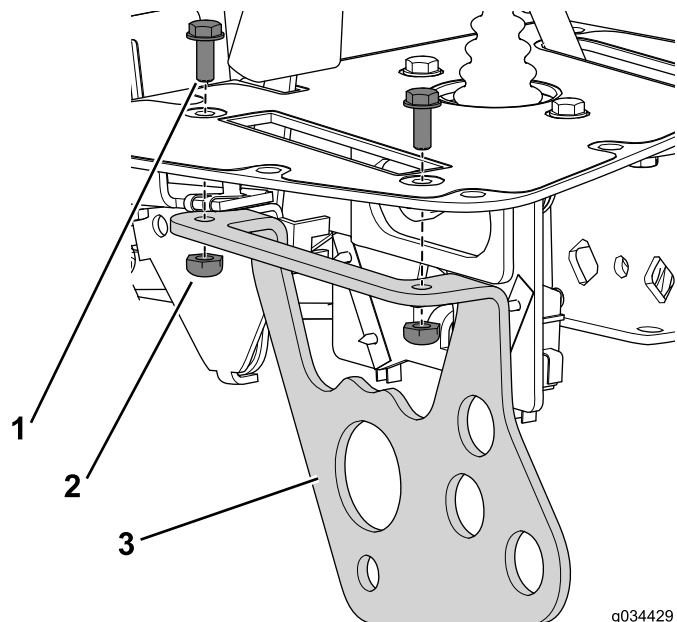

Figura 21
1. Utilice el perno (Nº 10 x 1/2") y la contratuerca para sujetar el soporte de la palanca funcional a la consola (Figura 21).